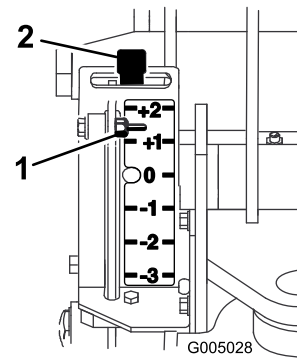
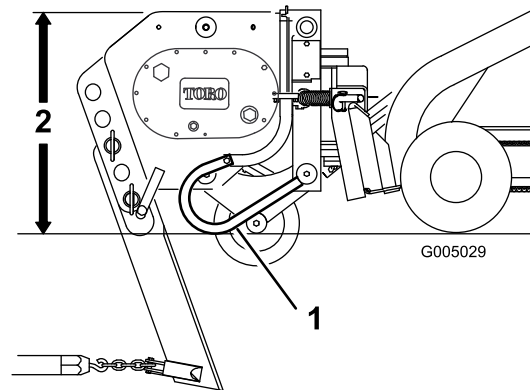

Figure 7
Figure 8
5. Inclinez la plaque de montage de l'accessoire en arrière pour que le haut de l'enfouisseuse soit parallèle au sol (Figure 8).
La jauge est située sur le côté gauche de l'enfouisseuse lorsqu'on se place face au groupe de déplacement. Une tige est placée entre la jauge et le sol (Figure 8). Lorsque l'enfouisseuse est soulevée, l'indicateur de la jauge descend. Des repères sur la jauge montrent le nombre de pouces au-dessous ou au-dessus de la profondeur maximum sélectionnée (Figure 7). Les indications de la jauge s'échelonnent de +2 à -3. L'indication +2 sur la jauge représente une profondeur de 5 cm au-dessous de la surface nue et l'indication -3 représente 7,6 cm au-dessus de la surface nue. Le 0 sur la jauge indique qu'aucun écart n'est appliqué à la profondeur de la lame.